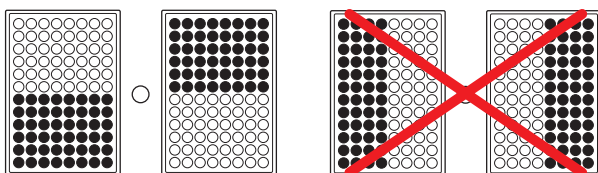

图 3：水平转子配平
- 使用水平转子装载样品时，需适配 Eppendorf 原装吊篮、适配器（必要时吊篮连接处用润滑油润滑），配平并对称摆放相同类型的容器（如图 3）